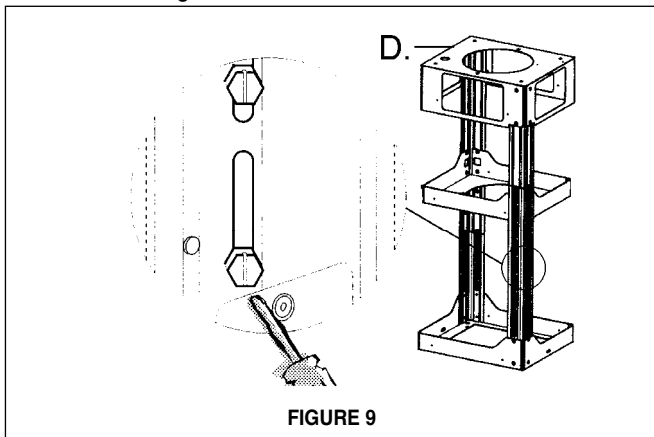

FIGURE 9
6. Déterminer l'emplacement approprié pour le câble d'alimentation, tel qu'il est indiqué sur le gabarit. Utiliser un foret de 1 1/4 po pour faire un trou et y passer le câble d'alimentation. Utiliser de la pâte à calfeutrer pour sceller tout autour du trou. **NE PAS mettre en circuit tant que l'installation n'est pas complétée.** Une pastille enfonçable est prévue en haut de la TREILLIS (D de la FIGURE 9) pour le câble d'alimentation.
8. Installer le TREILLIS (D de la FIGURE 9) au plafond en s'assurant qu'il le soit de façon sécuritaire. Déterminez la longueur désirée du TREILLIS et ajustez la longueur de l'appui en enlevant les quatre vis (de la FIGURE 9) avec un tournevis à lame plate. Une fois la longueur du TREILLIS est déterminée, installez et serrez les quatre vis.